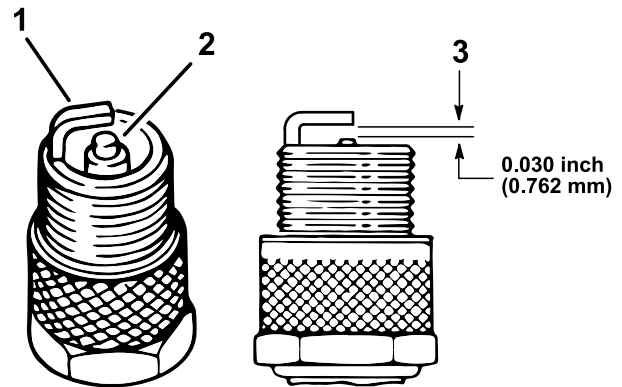

Рисунок 38
4. Проверьте состояние бокового электрода, выровняйте по центру электрод и выровняйте по центру изолятор электрода, чтобы избежать повреждений (Рисунок 38).
5. Установите зазор между центральным и боковым электродами на 0,76 мм, как показано на Рисунок 38.